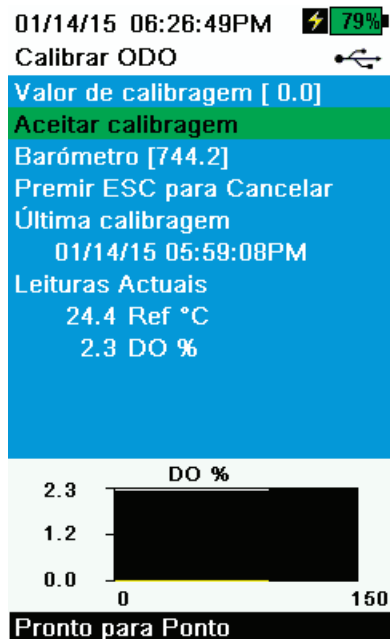

Figura 49 Calibrar ponto zero ODO
3. Observe a estabilidade das leituras de medição actuais (a linha branca do gráfico não apresenta alterações significativas durante 40 segundos) e seleccione **Aceitar Calibração** (Figura 49). "Calibração concluída!" aparece na área de mensagens.